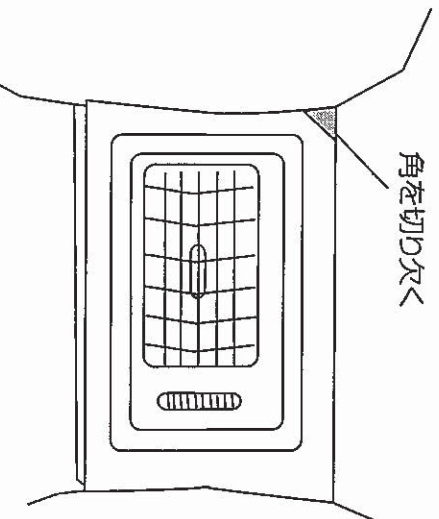

図2
- 2, 配線を隠したい場合は、センサーパネルを外し、図2の部分切り欠き、配線を通します。